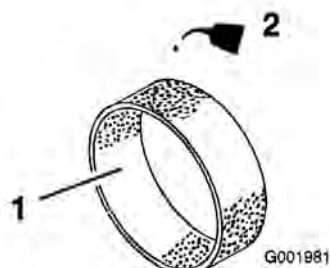

Bild 42
- Tragen Sie 30 oder 60 ml des Öls auf das Element auf (Bild 42).